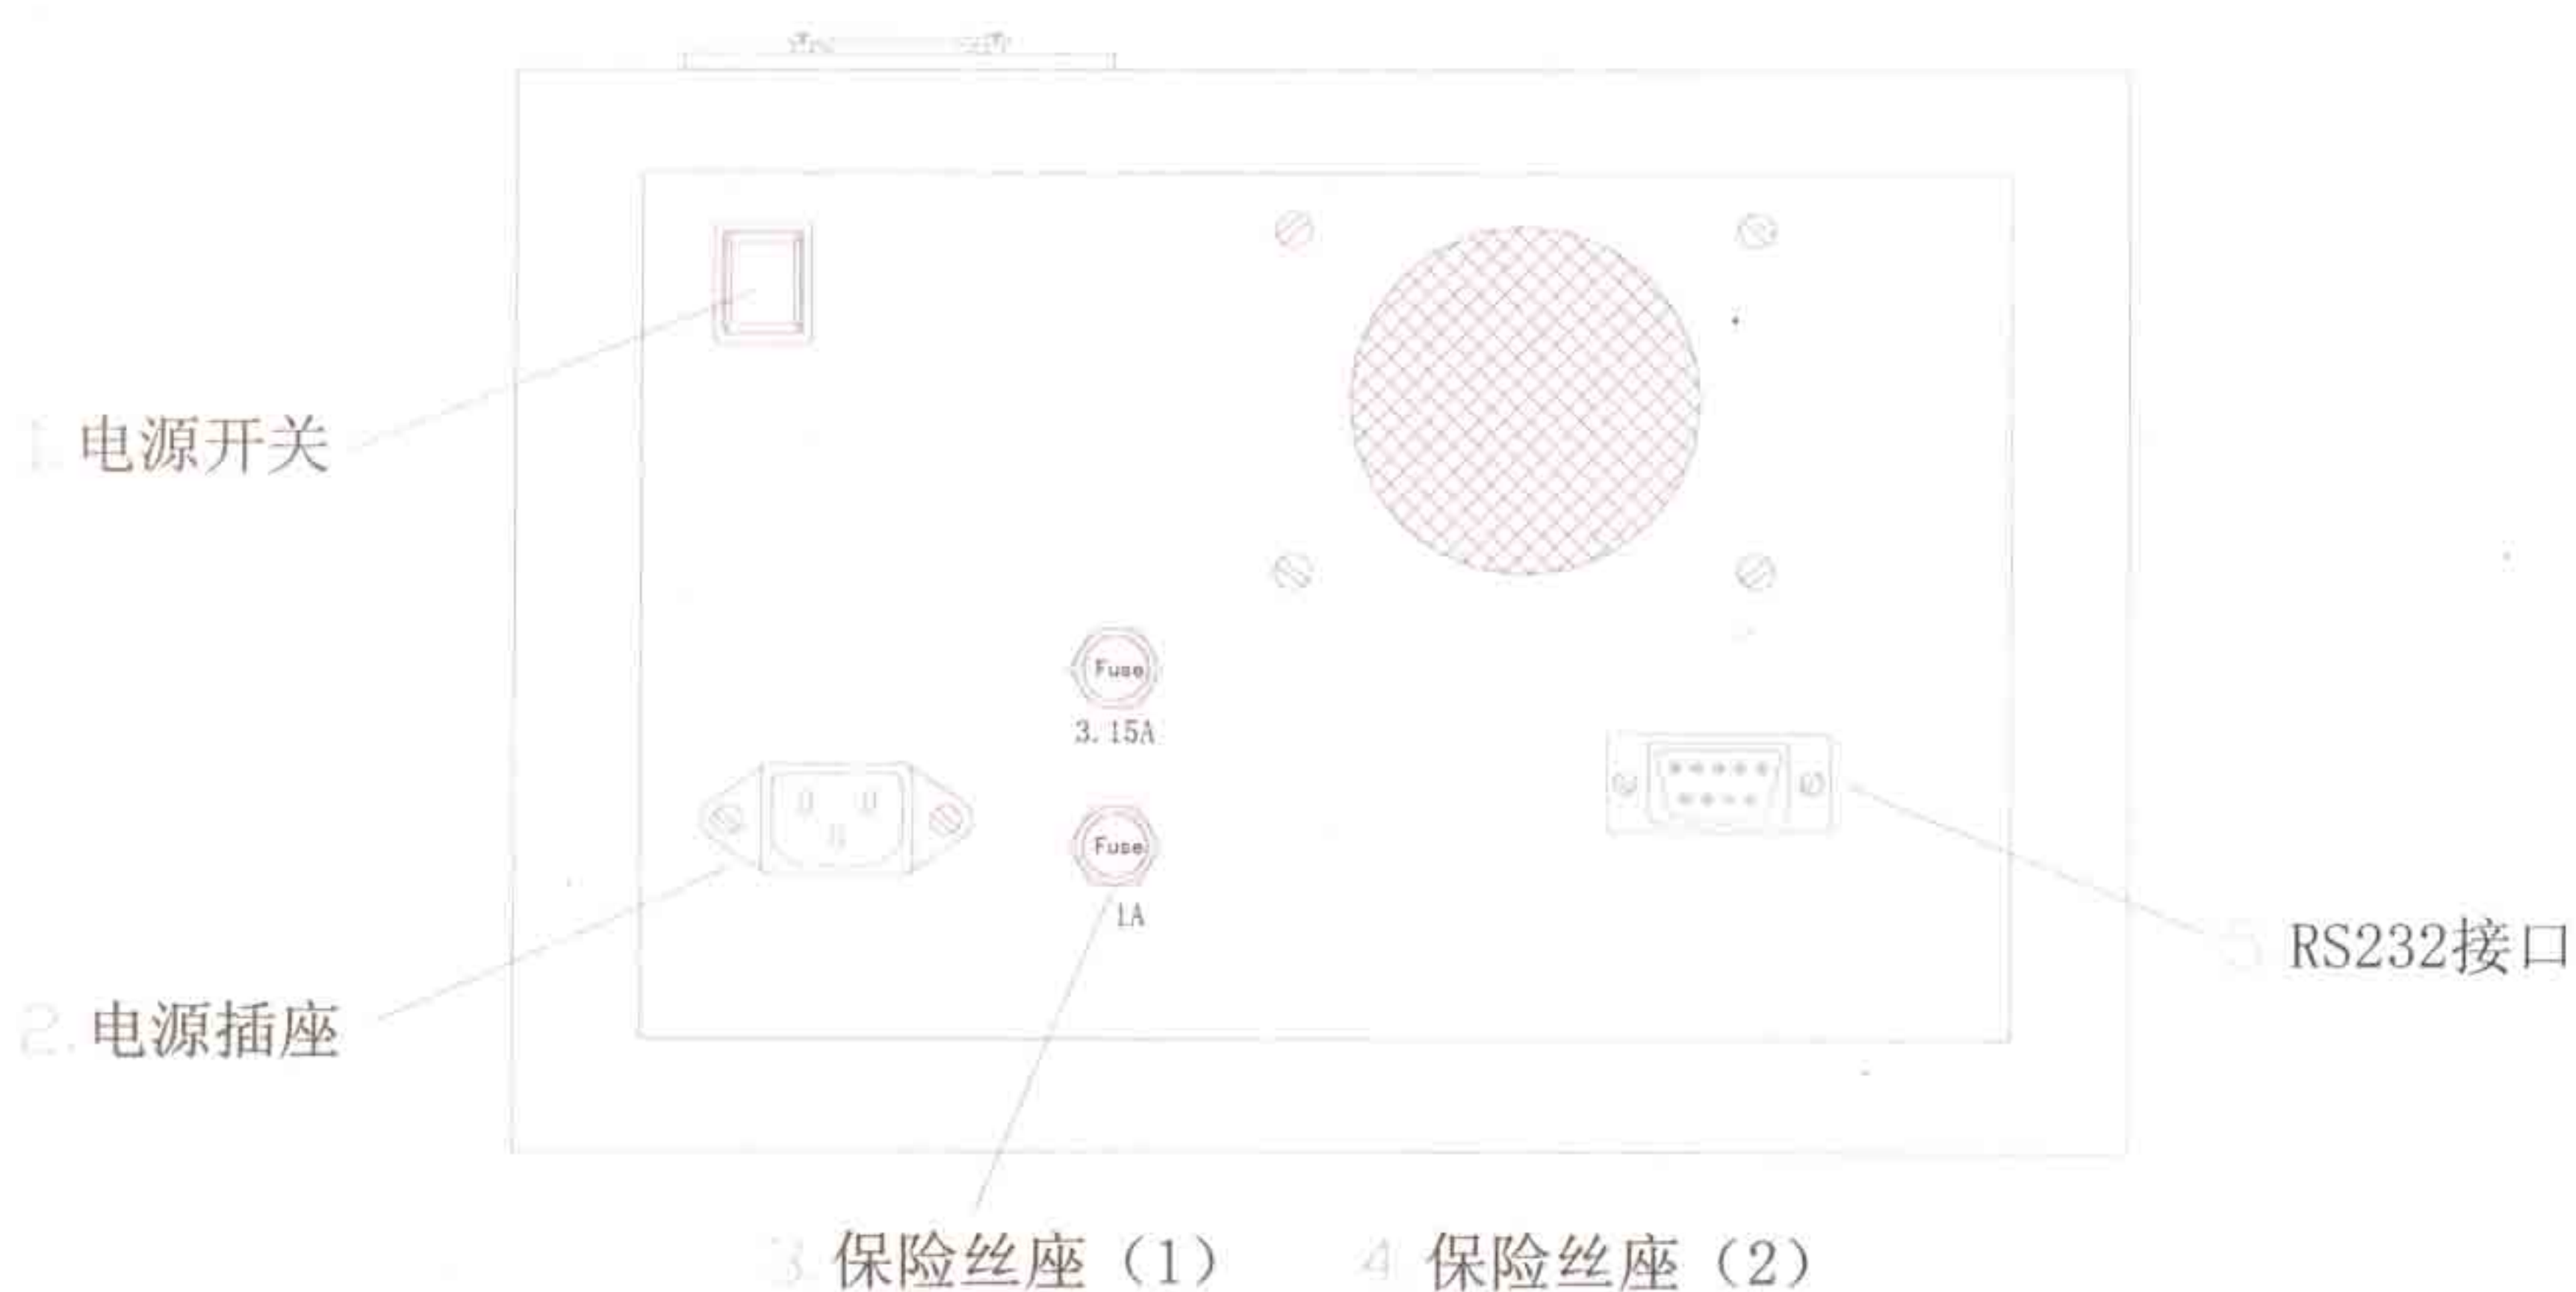

图 6
4. 仪器后视图见图 6
1. 开启电源开关（见图 6），显示上一次起始温度及升温速率。稳定 20min。此时，光标将停止在“起始温度”第一位数字，用户可通过键盘修改起始温度，并按“”键表示确认，若起始温度不需修改可直接按“”键，此时光标跳至“升温速率”第一位数字。